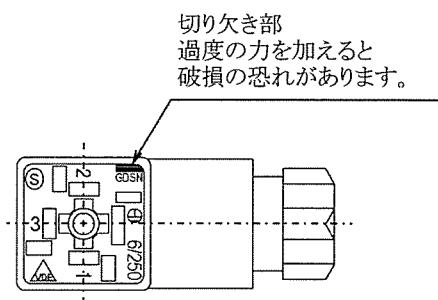

図1 DIN端子切り欠き部
端子台③の底の部分に切り欠き部⑨(GDSNマーク横)が有りハウジング②と端子台③の隙間に小形マイナスドライバーを差込みこじると、カバー②から、端子台③が外れます(図1参照)。